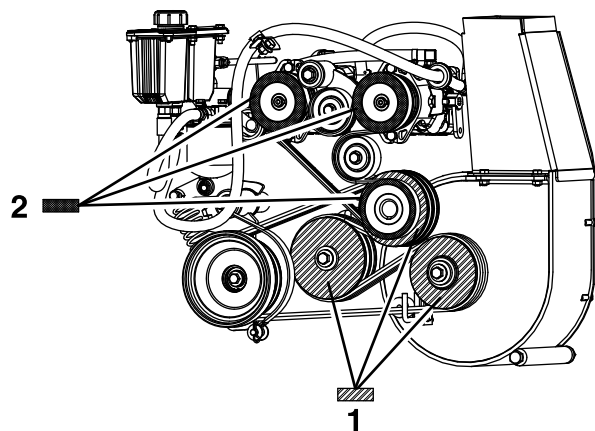

Figura 66
8. Misurando dalla puleggia del soffiatore come linea base, spostate il motore e il contralbero in modo che la superficie posteriore delle 3 pulegge sia allineata tra 0,8 e 1,6 mm (Figura 66).
4. Utilizzando un regolo, allineate ciascuna puleggia della pompa con la puleggia del motore, facendola scorrere lungo l'albero della pompa (Figura 66).